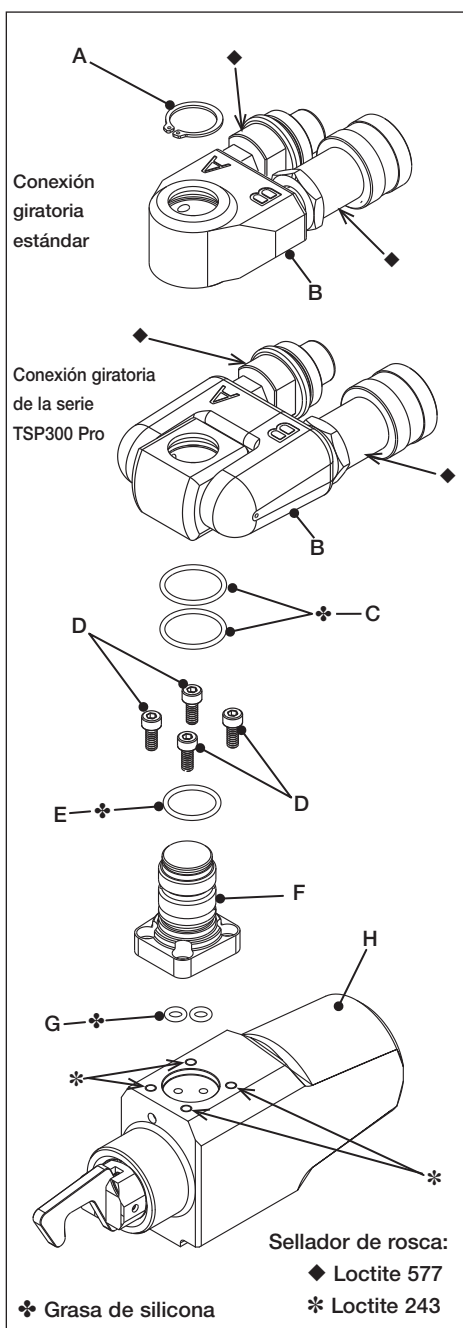

Fig. 14
5.3 Mantenimiento completo - Conexión giratoria hidráulica y unidad de impulsión (Fig. 14, 15 y 17)